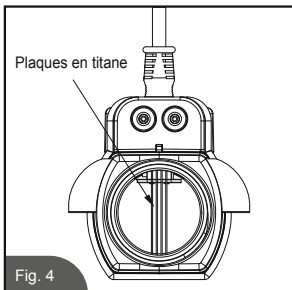

Fig. 4
4. Observez l'intérieur de la cellule électrolytique pour détecter la formation de calcaire (dépôts en forme de paillettes ou de croûtes légèrement colorées). Si c'est le cas, passez à l'étape n° 5, sinon passez à l'étape n° 6 (voir Fig. 4).